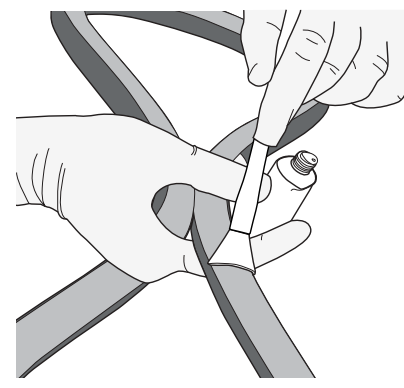

図 32. ベーステープが露出するまでタイヤに空気を入れる。接着剤を薄く塗る。
4. タイヤがある程度の形になり、ベーステープが露出するまで空気を入れます(図 32)。